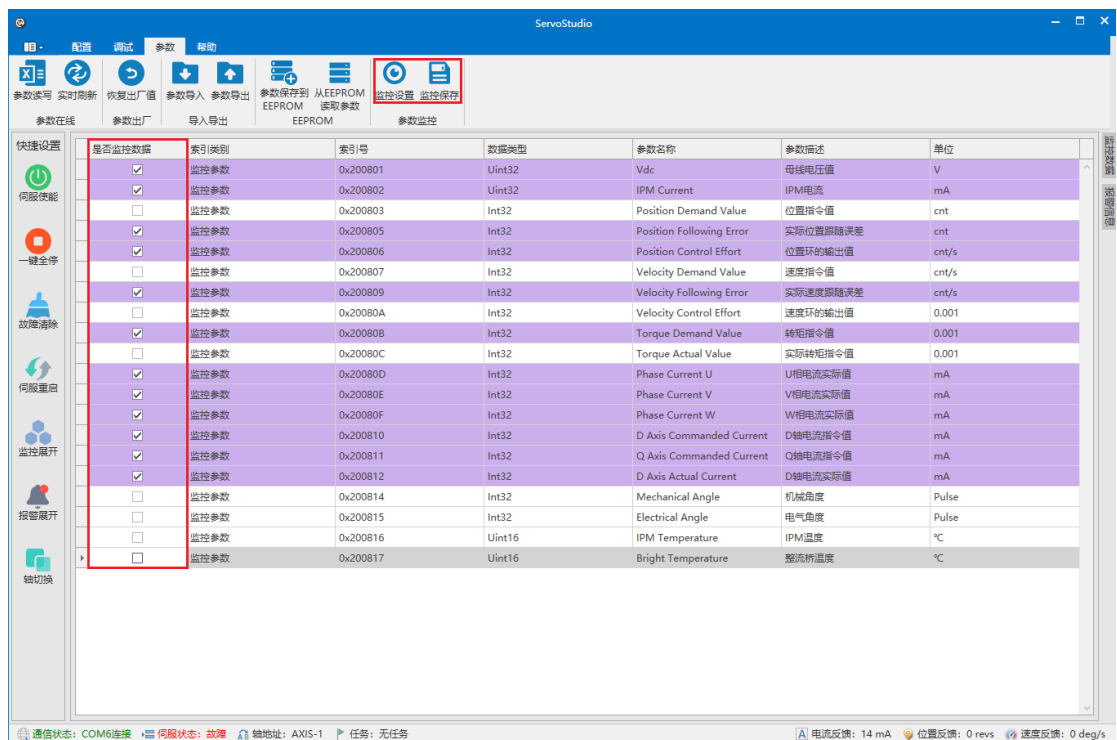

图 4.3 监控参数
8. 监控设置：选择指定的参数进行参数监控，如图 4.3 监控设置所示，用户在“是否监控数据栏”中选择监控对象，选中的对象背景颜色为紫色。选中的字段会马上更新在侧边栏参数监控表里。